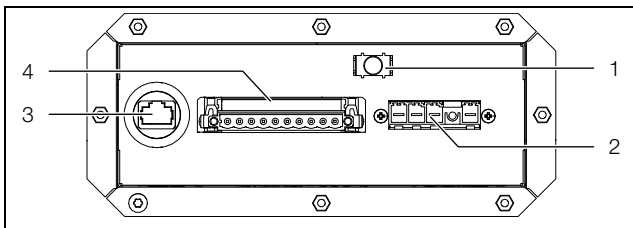

Imagen 30: Caja de conexión
- El apantallado del cable puede conectarse dentro de la caja de conexión con el borne de puesta a tierra al armario (imagen 30, pos. 1).